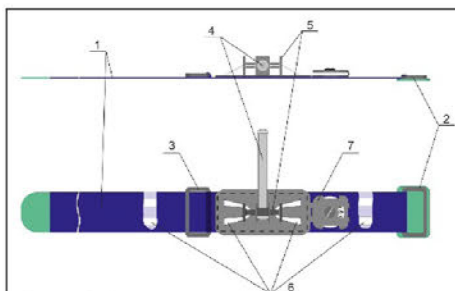
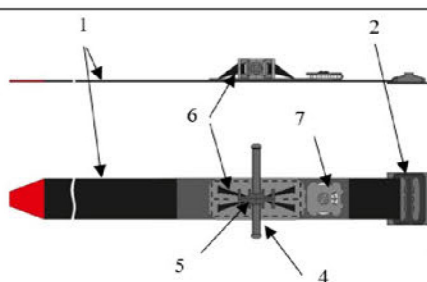

Рис. 1. Устройство жгута кровоостанавливающего ЖК-01-«Медплант»
Рис. 2. Устройство жгута кровоостанавливающего ЖК-02-«Медплант»
5.1. Устройство жгута представлено на рис.1 и рис.2.